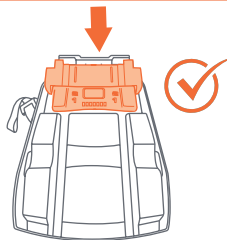

Fig. 57-1
- 1- Gire la base con el pie de elevación hacia afuera (Fig. 57-1).
NOTA: La posición 1 es la posición de almacenamiento (Fig. 57-1).